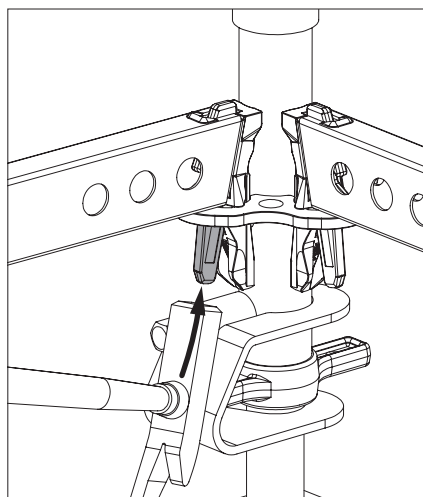

Fig. A3.05
1. Battere il cuneo dal basso con un martello. (Fig. A3.05)